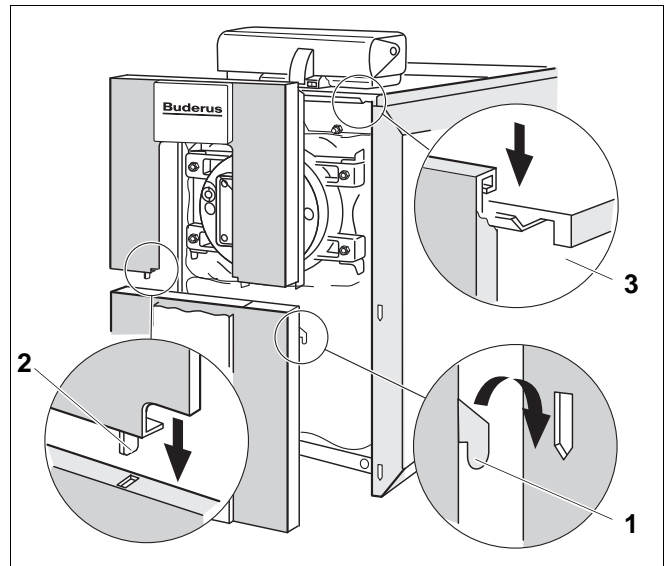

Рис. 24 Крепление верхней и нижней передних стенок
- Вставьте 4 крюка нижней передней стенки слева и справа в прорези в боковых стенках (рис. 24, поз. 1).
- Вставьте крюки верхней передней стенки в прорези нижней передней стенки (рис. 24, поз. 2) и навесьте на переднюю верхнюю крышку котла (рис. 24, поз. 3).
- Вставьте крюки панели (рис. 24, поз. 1) в переднюю стенку.
- Закрепите табличку котла (рис. 24, поз. 2) на передней стенке.
- Наклейте заводскую табличку (рис. 24, поз. 3) – в зависимости от местных условий на левой или правой боковой стенке.